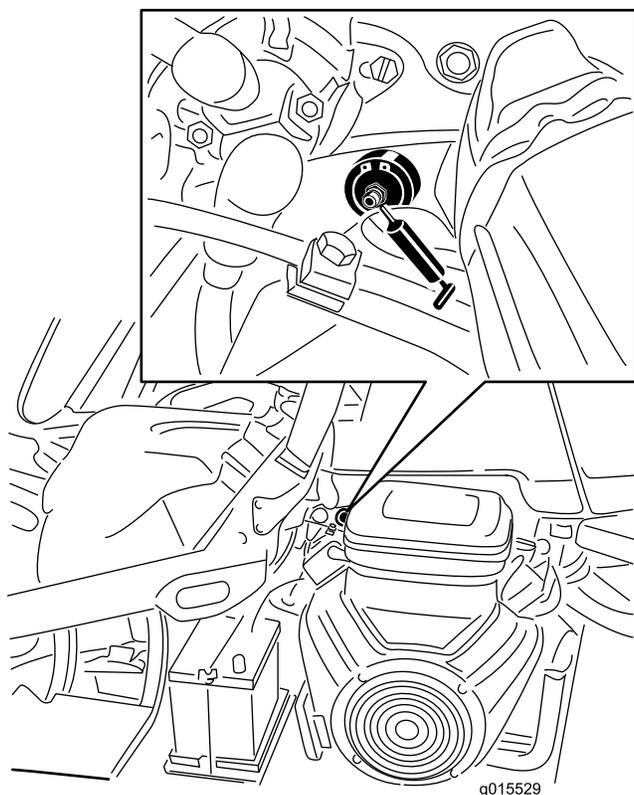

Рисунок 41
1. Во избежание попадания загрязнений в подшипник и втулку дочиста протрите все масленки (Рисунок 41).